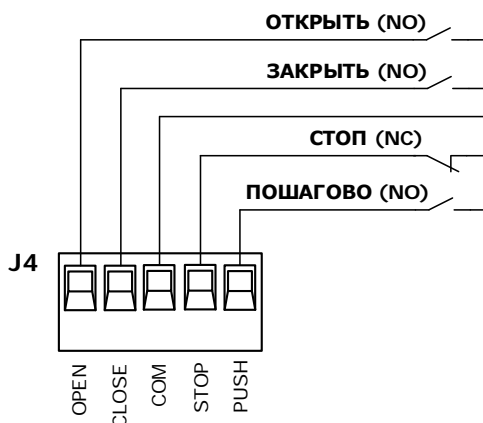

Рисунок 8. Подключение устройств управления
CLOSE	Вход устройства управления «ЗАКРЫТЬ» (Рисунок 8) с нормально-открытым контактом (NO). При срабатывании выполняется команда на закрытие шлагбаума. При движении на открытие не активен.
STOP	Вход устройства управления «СТОП» (Рисунок 8) с нормально-закрытым контактом (NC). Срабатывание приведет к немедленной остановке движения или блокировке начала движения ворот.
PUSH	Вход устройства управления «ПОШАГОВО» (Рисунок 8) с нормально-открытым контактом (NO). При последовательных срабатываниях будет последовательность команд: «Открыть — Стоп — Закрыть — Открыть —...». Если шлагбаум закрыт, то срабатывание приведет к открытию. Срабатывание при открытии приведет к остановке движения. Если шлагбаум открыт, то срабатывание приведет к закрытию. Срабатывание при закрытии приведет к остановке движения и последующему полному открытию.